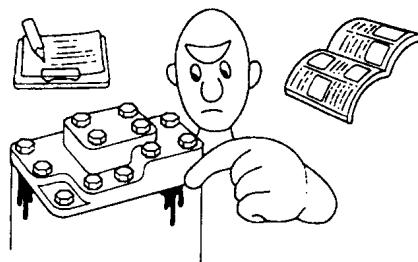

图 1-12 操作时遵守安全说明与预防措施
3) 在卸下或拆解零件前, 必须仔细对其进行检查, 以便将需要维修的部分隔离出来。如图 1-12 所示, 操作时请遵守所有安全说明与预防措施, 并按正确的步骤进行操作。